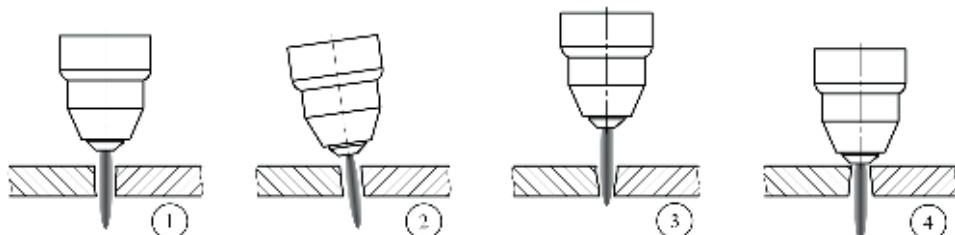

Рис. 7.5. Влияние угла наклона на качество реза.
- Угол наклона плазмотрона относительно разрезаемого металла (см. рис. 7.5).